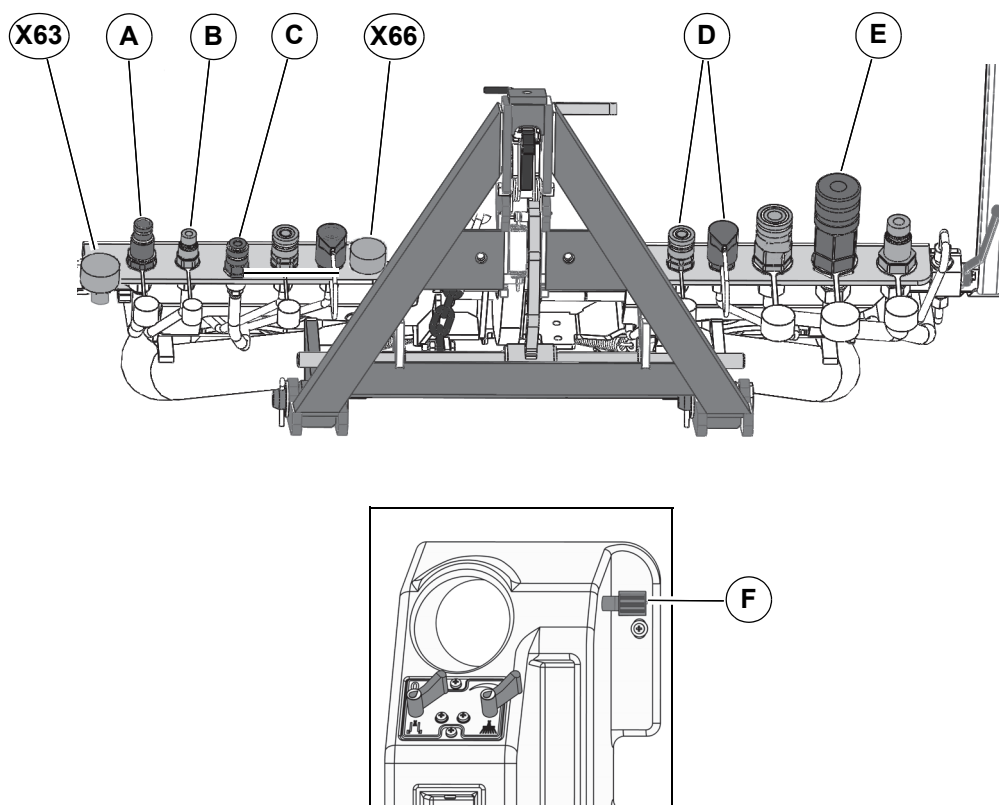

Bild 125:
För trekvastssystemet måste frontaggregathållaren fixeras i det övre ändläget. För fråntaggregathållaren till det övre ändläget och stäng sänkventilen **Bild 125-F** efter monteringen.
- Matning styrenhet trekvastssystem = **Bild 125-A**
- Lastsensor till styrenhet trekvastssystem = **Bild 125-B**
- Vattenanslutning till sprutmunstycken = **Bild 125-C**
- Matning/retur inställningsdetalj = **Bild 125-D**
- Retur styrenhet trekvastssystem = **Bild 125-E**
- 9-polig kontakt = **Bild 125-X66**
- 19-polig kodningskontakt = **Bild 125-X63**